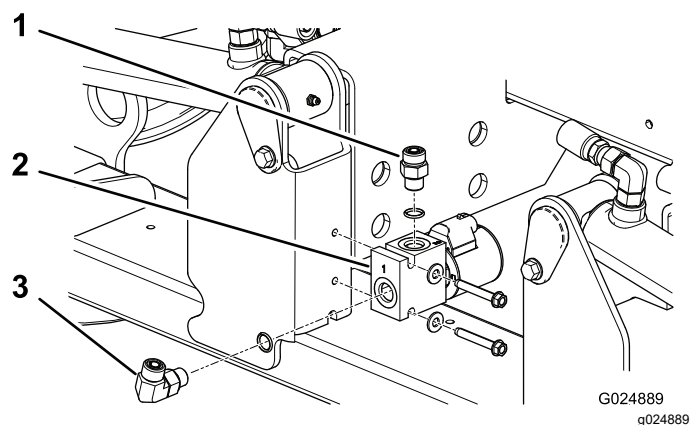

Figura 6
- Monte o coletor de bloqueio esquerdo da plataforma no tubo da estrutura com 2 parafusos autorroscantes (1/4 x 1 3/4"). Posicione o coletor como se indica em Figura 6.
- Instale a união hidráulica reta na parte superior do coletor (Figura 6).
- Instale a união hidráulica de 90 graus na extremidade do coletor (Figura 6).